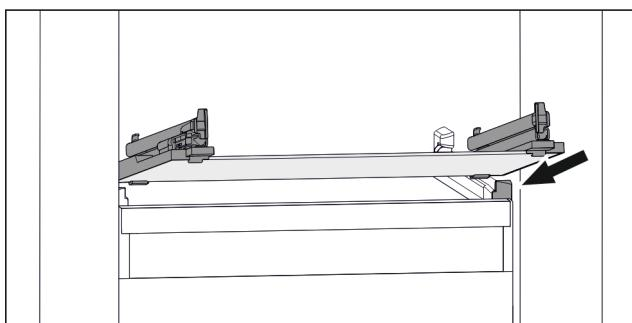

Fig. 103 Příklad znázornění skleněné desky
- Nasadte skleněnou desku šikmo za zarážky. (viz Fig. 103)